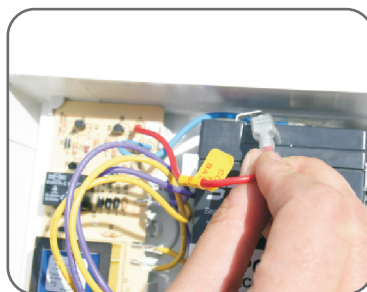

FIG. 4
4. Connect the Red lead from the positive terminal connector on the circuit board to the positive battery terminal (+) (Figure 4).
4. Connecter le fil ROUGE de la borne positive de la carte du chargeur sur le connecteur de la borne positive de la batterie (Figure 4).